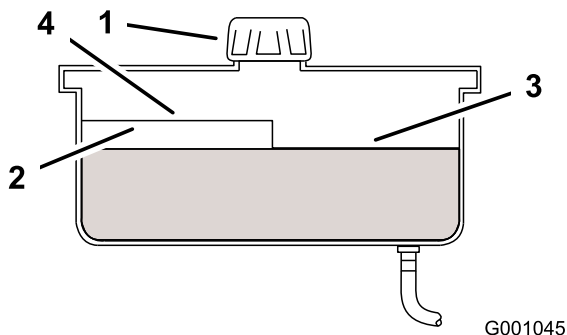

Figura 48
4. Limpie alrededor del cuello de llenado y el tapón del depósito de aceite hidráulico (Figura 48).
5. Retire el tapón del cuello de llenado. Mire dentro para comprobar el nivel de aceite en el depósito. (Figura 48).